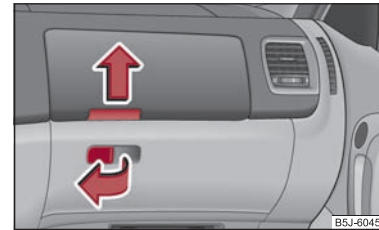

Abb. 76 Schalttafel: Ablagefächer auf der Beifahrerseite
- Ziehen Sie den Griff der Klappe in Pfeilrichtung → Abb. 76 und klappen Sie diese auf.